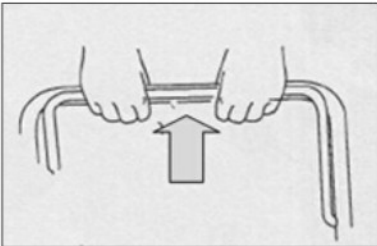

Fig. 2A
a) Ga achter het apparaat staan, pak de remhendel vast en houd de remhendel tegen de bovenste handgreep. (Fig 2A)